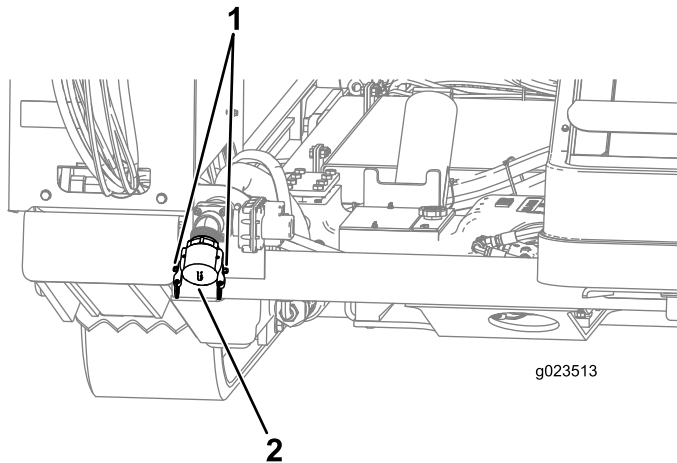

Bild 45
1. Heben Sie die Nockensperrehebel am Pumpenzulaufdeckel an und nehmen den Deckel ab (Bild 45).